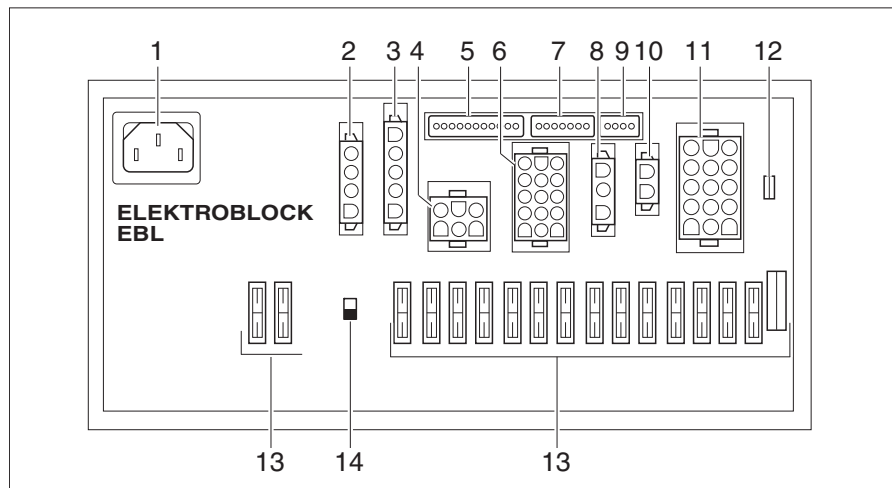

Fig. 242 Centralina elettrica (EBL 102)
**Ubicazione** A seconda del modello, la centralina elettrica (Fig. 242) è montata nella console del sedile sotto il sedile del conducente o nella zona del garage o del gruppo sedile del bar (Globeline).
- ▷ L'interruttore staccabatteria (Fig. 242,14) disconnette dalla rete a 12 V tutte le utenze collegate alla centralina elettrica.